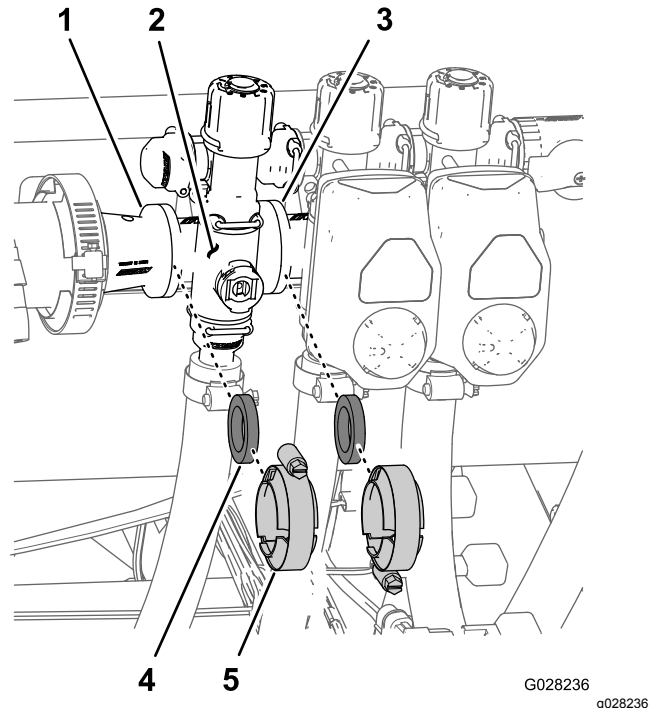

**Figura 67**
3. Rimuovete il bullone a testa flangiata e il dado di bloccaggio flangiato che fissano la valvola principale delle barre al supporto della valvola e rimuovete il collettore della valvola dalla macchina (Figura 67).